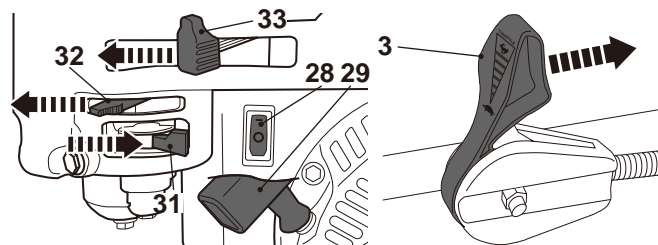
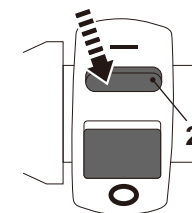

Fig. 32
Fig. 33
- > Mueva la palanca de combustible (31) hacia la derecha hasta la posición de encendido **ON** (Fig. 32).
- > Mueva la palanca de ahogue (32) hacia la izquierda (posición de cierre **CLOSE**).
- > Mueva la palanca del acelerador en la empuñadura (3) hacia delante de, o mueva la palanca del acelerador (33) hacia la izquierda.
- > Coloque los interruptores de encendido (2, 28) en la posición "I" (Fig. 33).